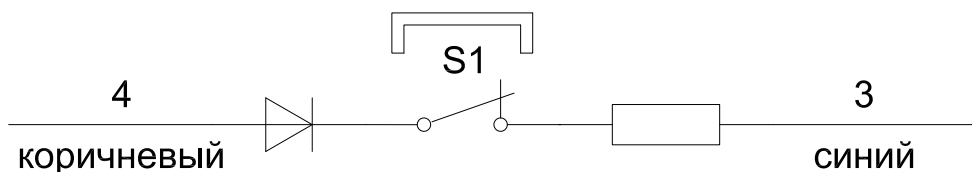

Рис.2
3.3 Электрическая схема датчика, см. Рис. 2.